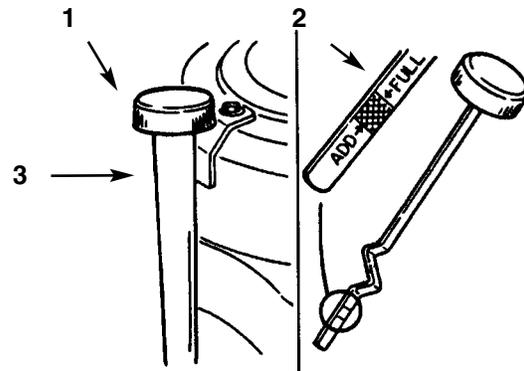

Bild 32
3. Den Bereich um den Ölmeßstab reinigen (Bild 32), so daß keine Schmutzrückstände in das Ölfüllrohr fallen, die zu Motorschäden führen könnten.
4. Den Ölmeßstab abschrauben und das Metallende sauberwischen (Bild 32).
5. Den Ölmeßstab ganz in das Ölfüllrohr einschrauben (Bild 32). Den Ölmeßstab nochmals
6. Langsam ca. 80% der angegebenen Ölmenge in das Füllrohr einfüllen (Bild 32). Jetzt den Ölstand messen; siehe Kontrolle des Ölstands.